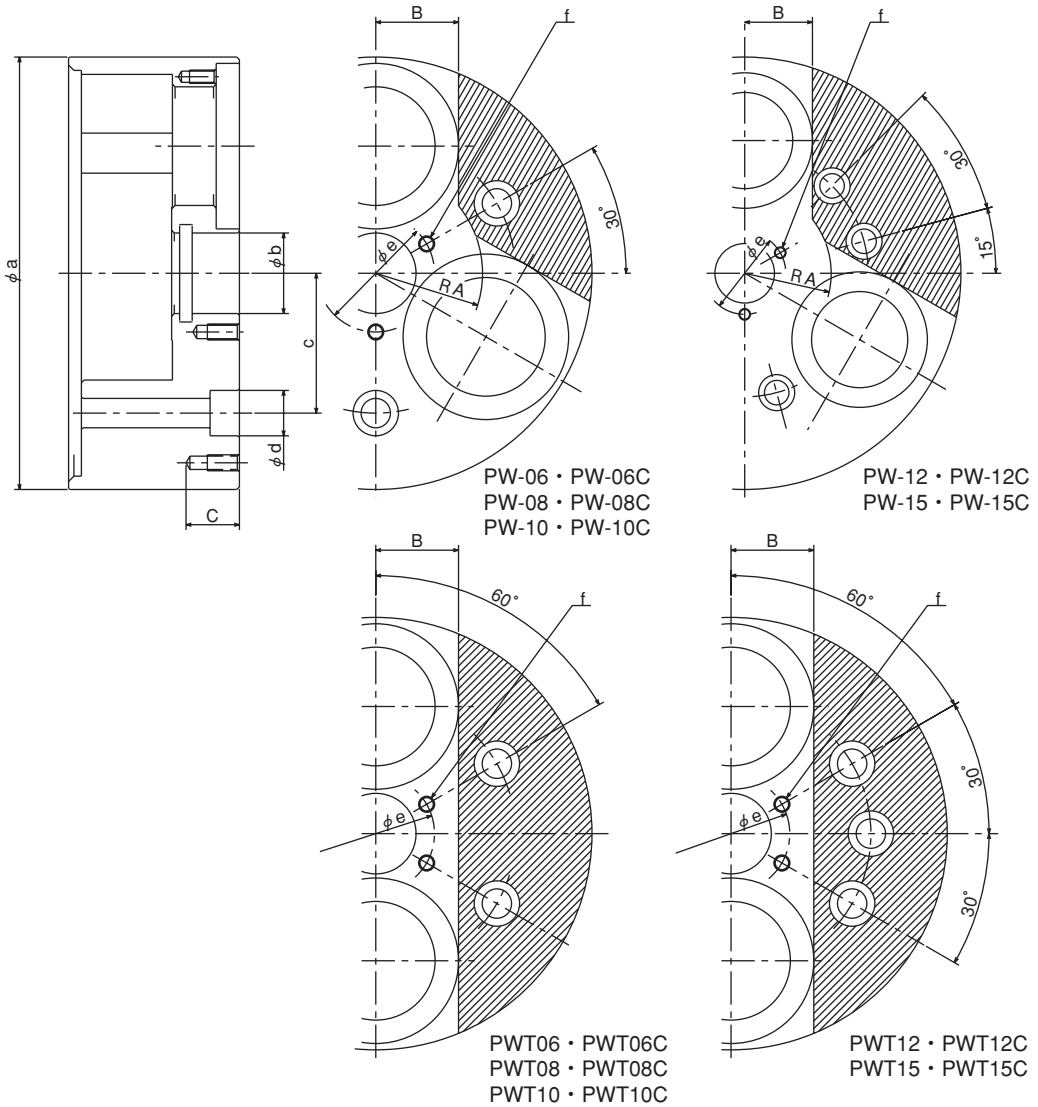

図16
- ・チャックボデー表面にロケータや治具を取り付ける場合は、図16 に示す追加加工範囲内にタップまたは穴明けを行ってください。